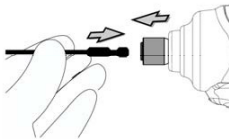

Abb. 1
1. Um den Bit einzusetzen, ziehen Sie die Halterung in die Richtung des Pfeils und setzen Sie den Bit soweit es geht in die Halterung ein. Lösen Sie dann die Halterung um den Bit zu sichern. Wie gezeigt in (Abb. 1).